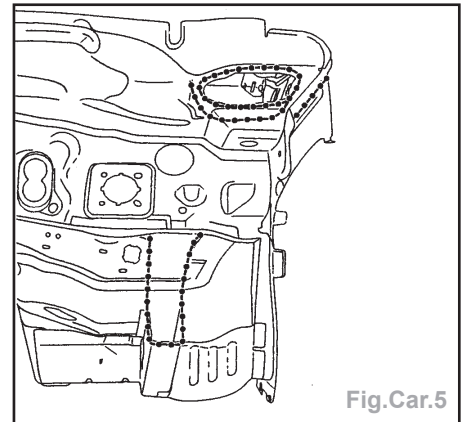

Fig.Car.5
- Préparer les bords d'accostage et protection par apprêt soudable (Fig.Car.5).